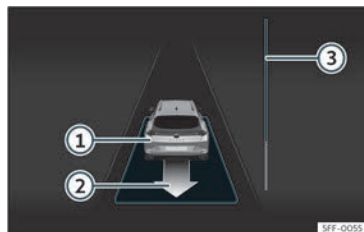

Fig. 182 Sul display del quadro strumenti: uscire da un parcheggio in linea.
- Retrocedere finché non si sentirà il segnale continuo del ParkPilot; **OPPURE:** spostarsi in retromarcia finché nel display del quadro strumenti non comparirà l'indicazione di spostarsi con la marcia in avanti. La barra di avanzamento>>> **fig. 182**  indica la distanza che si deve percorrere>>> pag. 289.